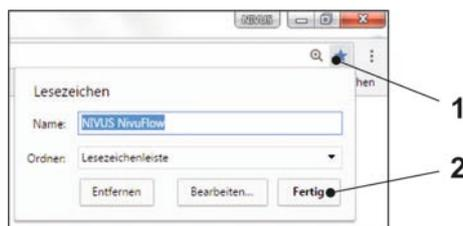

Abb. 31-25 Favorit einrichten
- Zum Einrichten eines Favoriten im Browser (für einen direkten Zugang) den Stern für „Favoriten“ (Abb. 31-25 Pos. 1) antippen (am Beispiel Google Chrome) und mit „Fertig“ bestätigen (Abb. 31-25 Pos. 2).